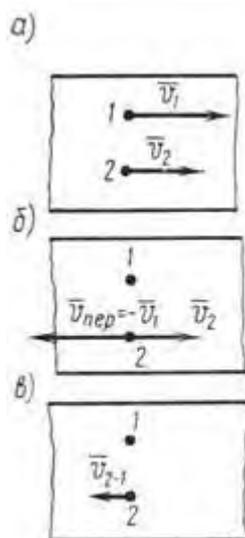

Рисунок 19
3. Два автомобиля 1 и 2 движутся параллельно друг другу в одну и ту же сторону со скоростями $V_1 = 80$ км/ч и $V_2 = 60$ км/ч (рис. 19, а). С какой скоростью второй автомобиль двигается относительно первого?